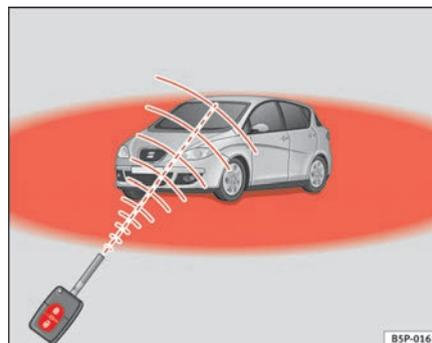

Abb. 65 Wirkungs-
- Die Funk-Fernbedienung funktioniert nur, wenn Sie sich im Wirkungsbereich befinden ⇒ Seite 101, Abb. 65 (roter Bereich).